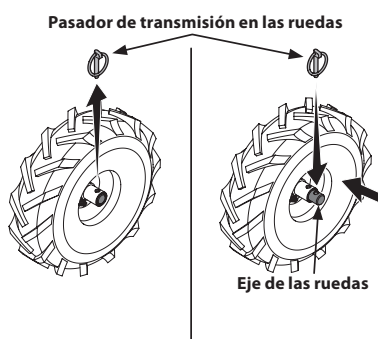

Figura 12
2. Retire el pasador de transmisión de la rueda del cubo de la rueda y eje de la rueda. Vea la Figura 12.
3. Deslice la rueda totalmente hacia adentro en el eje de la rueda. Reinstale el pasador de transmisión en las ruedas a través del eje de la rueda únicamente (no a través del cubo de la rueda). Vea Figura 12. Ahora, la rueda debe girar libremente (ruedas libres) sobre el eje de la rueda. Repita el procedimiento con la otra rueda.